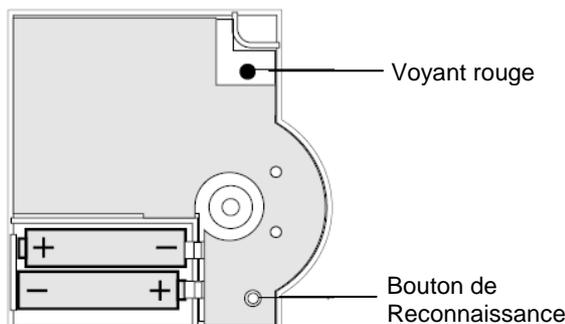

Fig. 12: Logement des piles, voyant et bouton
- Insérer correctement les piles fournies (type AA) en respectant la polarité (voir Fig. 12).
- Insérez les piles en respectant la polarité dans le compartiment prévu à cet effet (voir Fig. 12, Page 4).